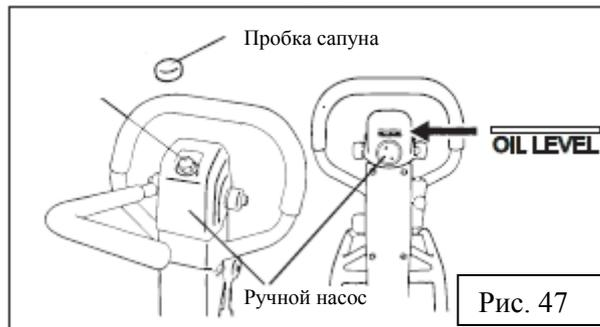

Рис. 47
Выполняйте проверку масла гидросистемы каждые 100 часов эксплуатации. Поставьте рукоятку управления в вертикальное положение, снимите пробку сапуна, расположенного сверху ручного насоса гидросистемы, и проверьте уровень масла (метка «OIL LEVEL») (рис. 47).
1. Снимите крышку насоса и пробку сапуна (используйте ключ 24 мм). Отсоедините шланг цилиндра виброустановки. Поставьте рычаг хода в положение обратного хода и слейте масло из насоса (рис. 47, 48).
3. Залейте масло в установочное отверстие сапуна (рис. 47). Объем масла: 0,55 л.